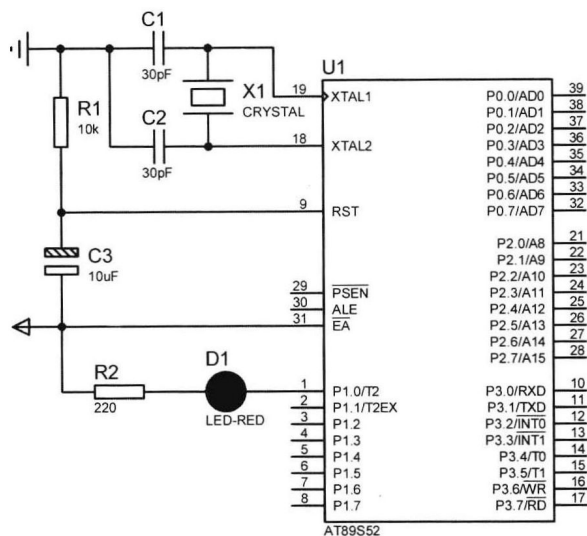

图 1-1 LED 点亮电路
在本工作模块中, LED 的阳极通过  $220\Omega$  限流电阻后连接到 5V 电源上, 限流电阻在这里起到了限流的作用, 使通过 LED 的电流被限制在十几毫安左右。P1.0 引脚接 LED 的阴极, P1.0 引脚输出低电平时对应的 LED 点亮, 输出高电平时对应的 LED 熄灭。LED 点亮电路设计如图 1-1 所示。
(6) 用同样方法选取其他元器件。从 Proteus 元器件库中选取元器件 CRYSTAL（晶振）、CAP（电容）、CAP-ELEC（电解电容）、RES（电阻）、LED-RED（红色发光二极管）。
(7) 放置元器件。单击对象选择器窗口的元器件 AT89C52，元器件名 AT89C52 变为蓝底白字，预览窗口显示 AT89C52 元器件；单击方向工具栏按钮可实现元器件的左旋、右旋、水平和垂直翻转，以调整元器件的摆放方向；将鼠标指针移到编辑区某一位置，单击一次就可放置元器件 AT89C52。用同样方法放置其他元器件。按图 1-1 所示放置元器件。
(8) 编辑元器件。单击模式选择工具栏“编辑”按钮，进入编辑状态。右击（或单击）元器件，该元器件变为红色表明被选中，鼠标指针放到被选中的元器件上，按住左键拖动，将鼠标移到编辑区某一位置松开，即完成元器件的移动。鼠标指针放到被选中的元器件上右击，单击弹出的快捷菜单中的方向工具栏按钮可实现元器件的旋转和翻转。右击被选中的元器件，可删除该元器件。在被选中的元器件外单击，可撤销选中。按图 1-1 所示编辑元器件。
(9) 放置终端。单击模式选择工具栏“终端”按钮，单击对象选择器窗口的电源终端 POWER，该终端名背景变为蓝色，预览窗口显示该终端；单击方向工具栏“左旋转”按钮，电源终端逆时针旋转 90°；将鼠标指针移到编辑区某一位置，单击一次就可放置一个终端。用同样方法放置接地终端 GROUND。
(10) 连线。单击命令工具栏“实时 Snap(捕捉)”按钮，实时捕捉有效（再次单击，实时捕捉无效），当鼠标指针接近引脚末端时，该处会自动出现一个小方框“□”，表明可以自动连接到该点。按图 1-1 所示单击要连线的元器件起点和终点，完成连线。